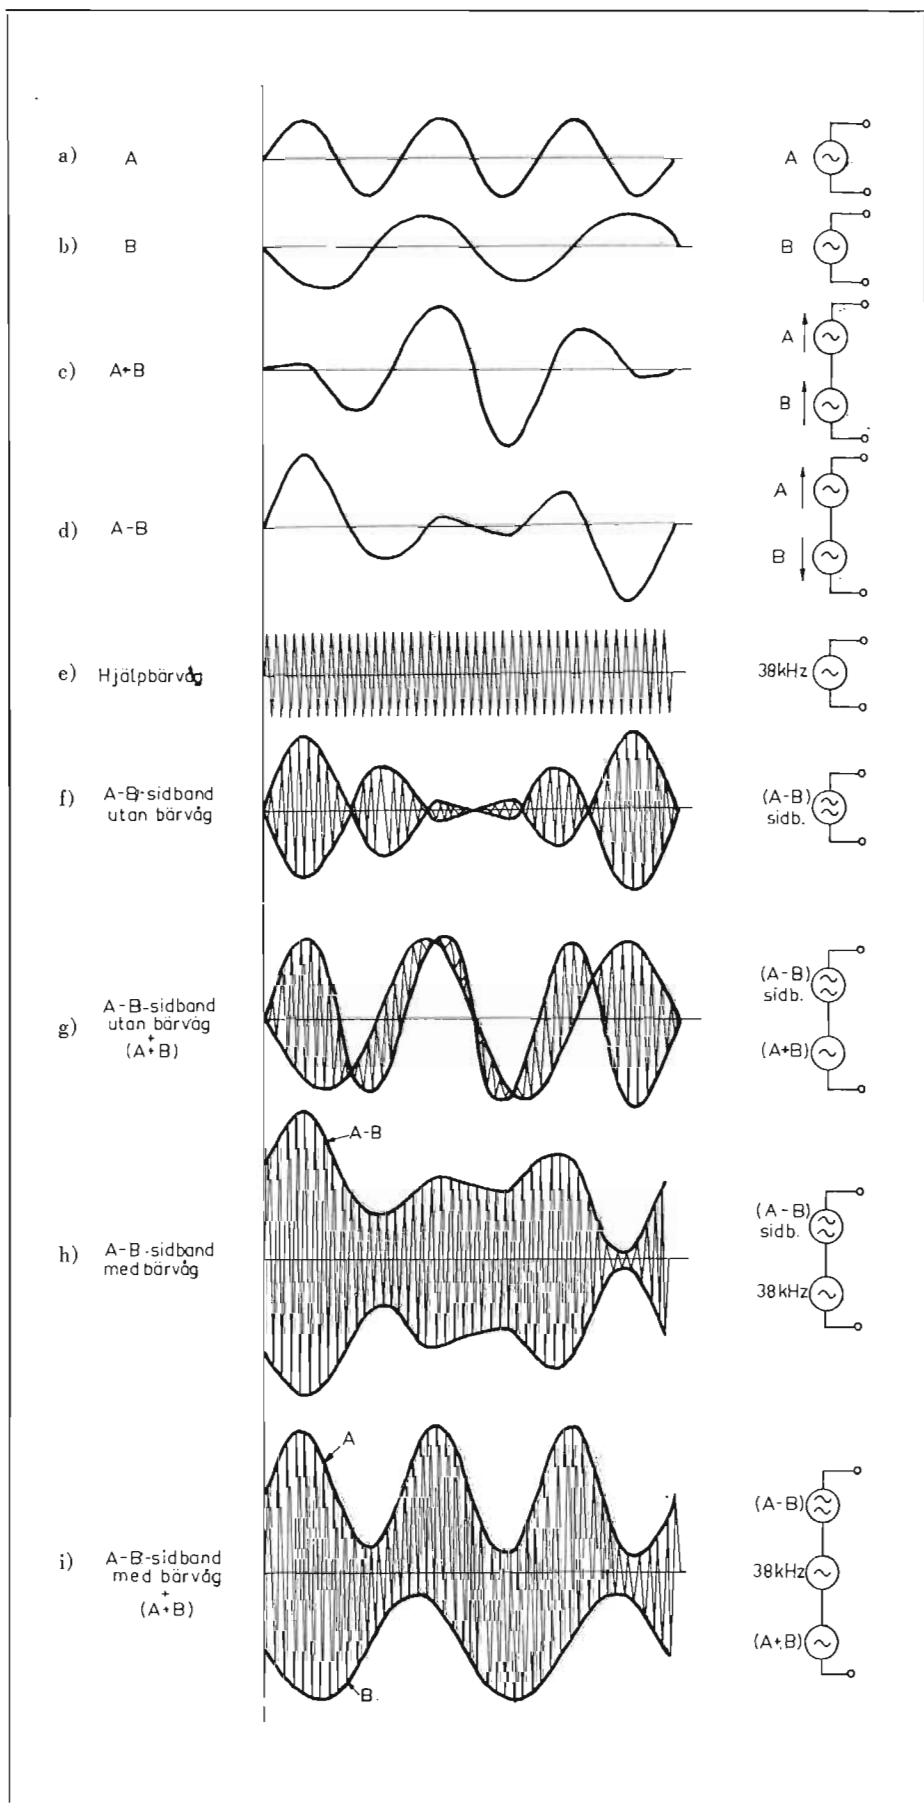

Fig 2
masignalen M , en för differenssignalen S och en för den återinsatta hjälpbärvågen på 38 kHz (jfr fig. 2). Av dessa erhålles M -signalen som en signalkälla vars ena pol är jordförbunden, de två övriga signalkällorna, som kan erhållas via kopplings-spolar, kan erhållas med icke jordade poler eller med endera polen jordad.
Blockschemat för en enkel stereotillsats, i vilken den kompletta stereosignalen direkt sammanföres med den återinsatta hjälpbärvågen (se fig. 2 g) och sedan dekoderas med två motriktade dioder.
Blockschemat för stereotillsats som arbetar enligt matrisförfarandet. Den till tillsatsen inkommande sammansatta stereosignalen (se fig. 2 f) består av en summasignal, $A+B$, en på den undertryckta bärvågen 38 kHz amplitudmodulerad differenssignal och pilotbärvågen (19 kHz). Den lågfrekventa summasignalen ($A+B$) sammanföres i ett matrisnät med differenssignalen ($A-B$), som erhålles efter demodulering sedan hjälpbärvågen 38 kHz återinsatts. LF-signalerna för vänstra (A) resp. högra (B) kanalen erhålles efter matrisnätet.